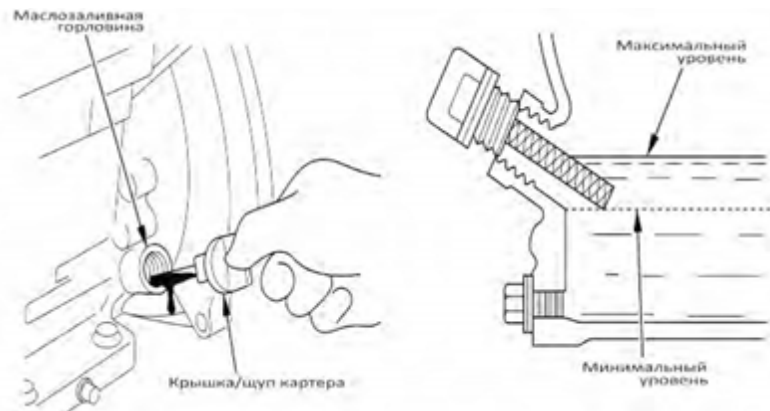

Рис.11
1. Извлеките крышку/щуп и начисто протрите его (рис.11).